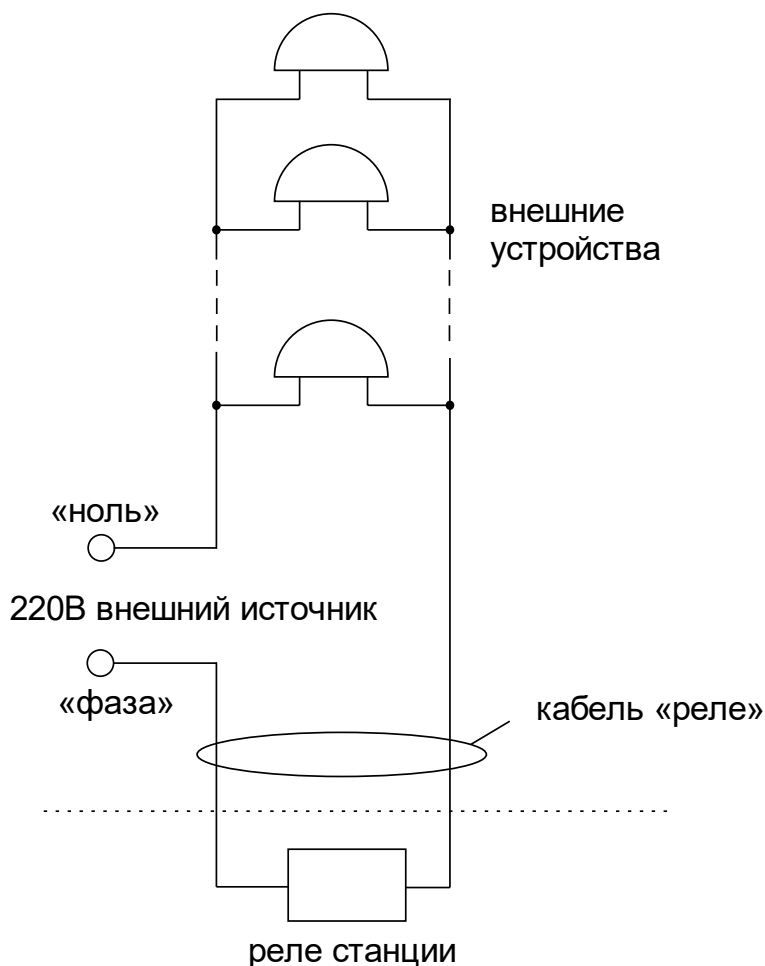

Рис. 1.
4.5 Подсоедините кабель «Реле» через клеммную коробку к внешним устройствам следующим образом (см. рис. 1). На один из проводов кабеля «Реле» необходимо подать «фазу» внешней питающей электросети 220 В, предназначенной для питания внешних устройств; второй конец кабеля «Реле» подключить к одному из входов питания внешних устройств; другой вход питания внешних устройств подключить на «ноль» питающей электросети 220 В. Все внешние устройства должны быть соединены друг с другом по входам питания параллельно. К внешним устройства относятся, например, школьные звонки громкого боя.